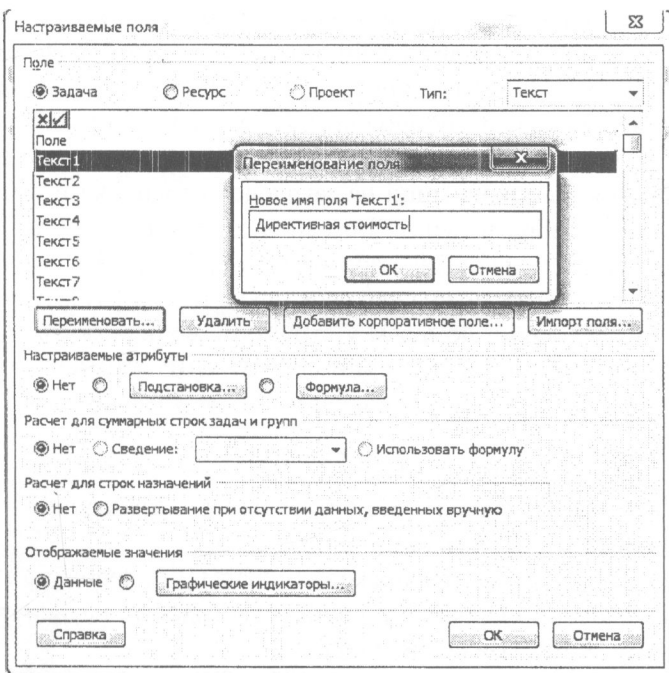

Рис. 19. Переименования полей
2) або натиснути правою кнопкою миші на назву стовпчика, вибрати в меню "Настроювані поля", виділити потрібне поле, натиснути "Перейменувати" і ввести нове ім'я для поля (рис. 19).